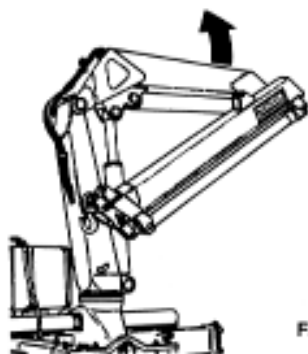

Fig. 7
- 2) Articuler le bras primaire en le faisant monter jusqu'à l'amener au-delà de la ligne horizontale (fig. 7).
- 2) Lift main boom, articulate and raise above horizontal level (fig. 7).
- 2) Hef de hoofd-arm boven horizontaal (afb. 7).